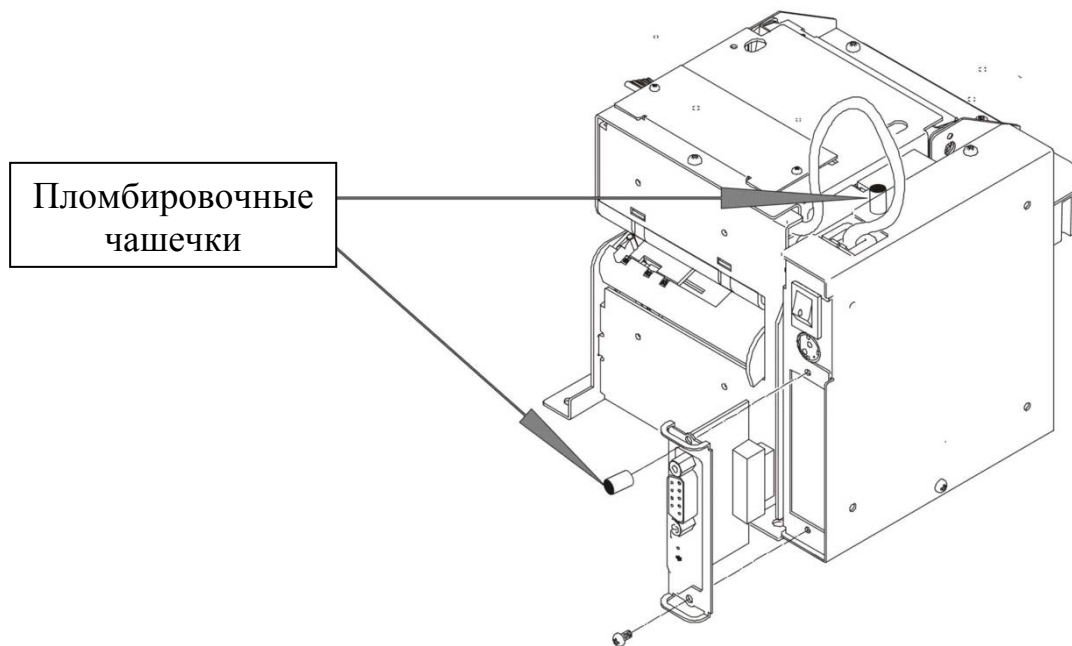

Рисунок 18 – Пломбировка ККМ.
- 4.1. Опломбируйте винты, соединяющие кожух принтера и крепящие планку (см. рис.18) пломбировочной чашечкой для болта М3 и пластилином.